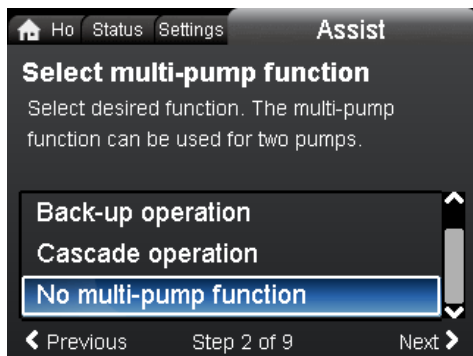

Рис. 41 Разъединение головных частей насоса
3. Оставшаяся головная часть все еще связана с неисправной головной частью, которая была снята. Перейдите в меню "Assist" (дополнительные настройки) и выберите "Настройка нескол. насосов". Выберите "Функция неск. насосов отсут.", чтобы разъединить головные части насоса. См. рис.41 и руководство в окне дисплея.